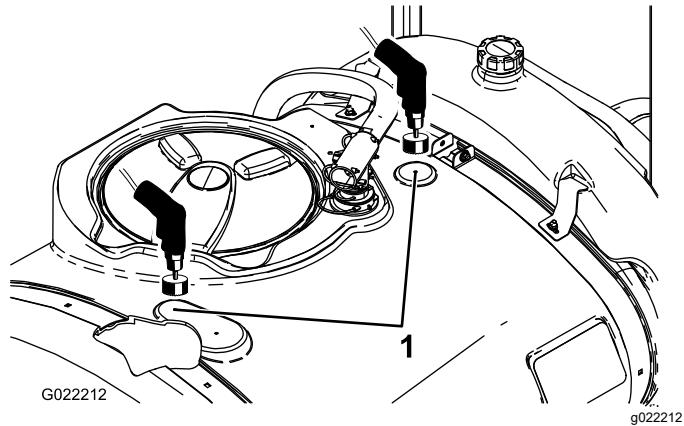

Figure 3
- Localisez les deux emplacements de perçage repérés sur la cuve principale (Figure 3).